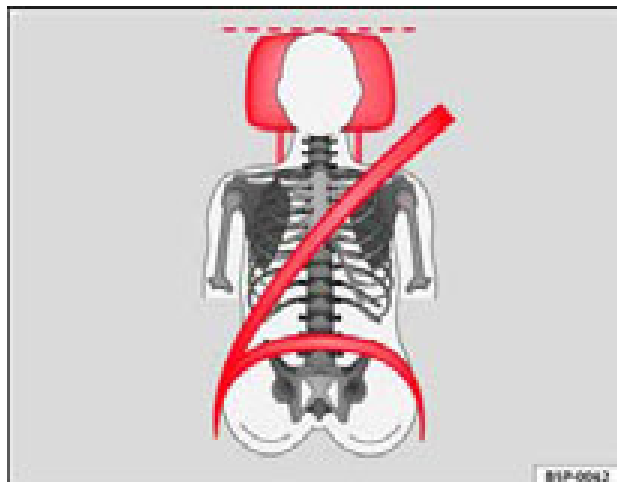

Fig. 12 Banda del cinturón y apoyacabezas ajustados correctamente, vistos de frente
- La banda del hombro debe pasar aproximadamente por el centro del mismo, pero nunca sobre el cuello. El cinturón de seguridad debe quedar plano y bien ceñido a la parte superior del cuerpo ⇒ fig. 12.